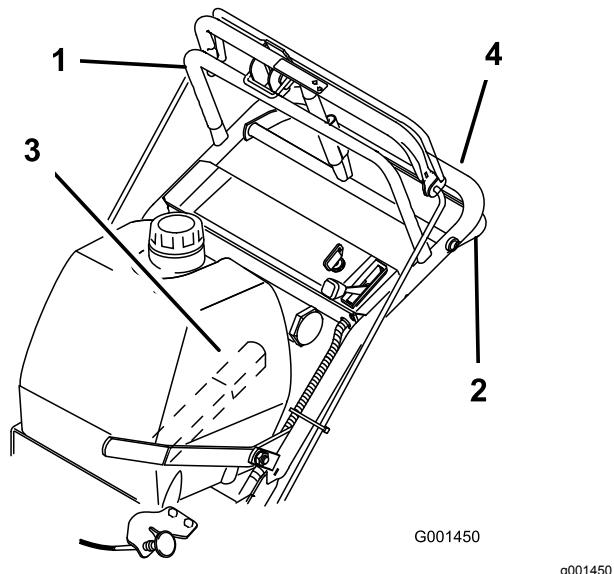

Figura 8
1. Mueva la palanca de cambios a una marcha hacia adelante (Figura 8).
3. Presione lentamente la barra de control superior para ir hacia adelante (Figura 8).
Para ir en línea recta, aplique la misma presión a ambos extremos de la barra de control superior (Figura 8).
Para girar, libere la barra de control superior en el sentido en que desea girar (Figura 8).
3. Apriete lentamente la barra de control inferior y el manillar para ir hacia atrás (Figura 8).